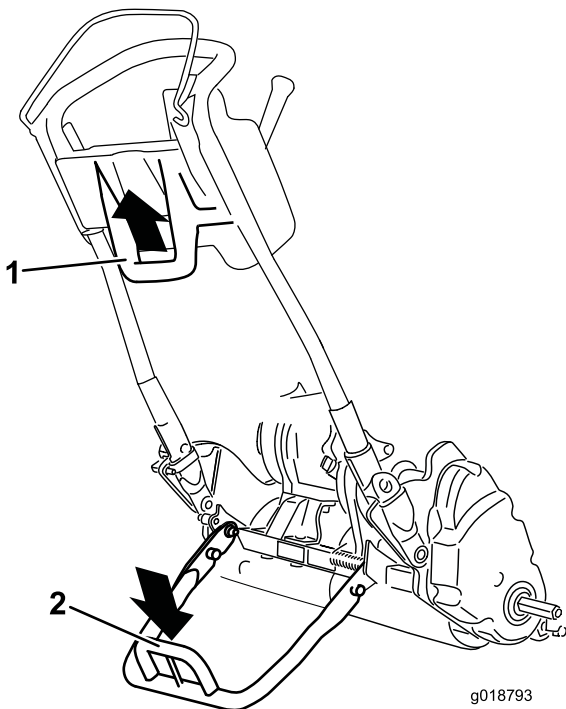

图21
- 要使用支撑架安装行走轮首先应将其放到地面上踩下支撑架环并向向上向后拉中下部手柄图21。